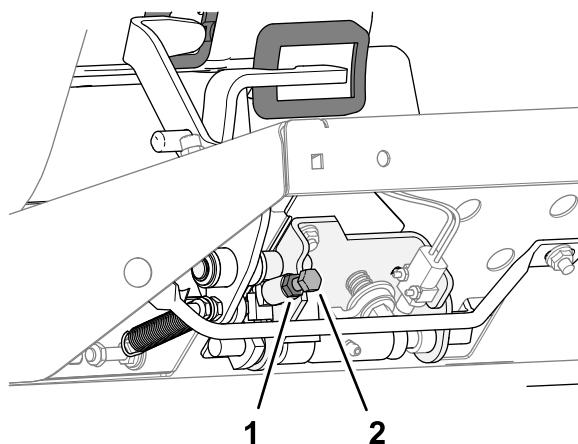

Figura 80
- Para reducir la velocidad de siega, gire el tornillo de tope de velocidad (Figura 80) en sentido horario.